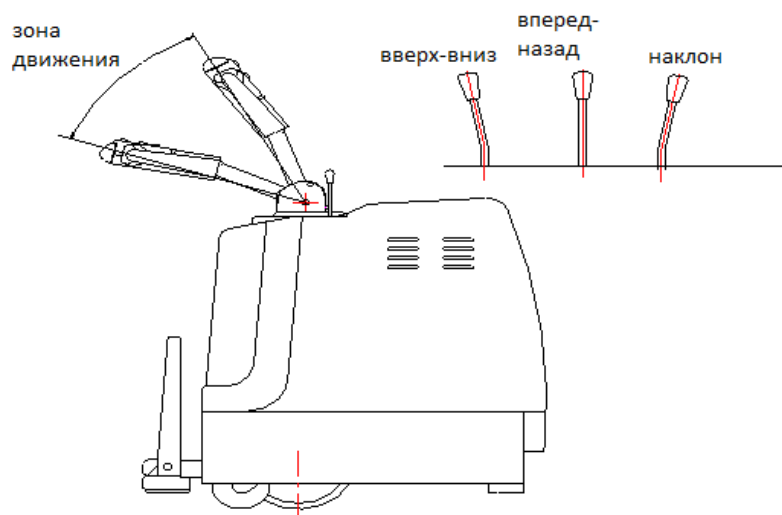

Рис.2
5.1.3 Проверьте, исправен ли тормоз штабелера. Проверьте подъем, опускание, выдвижение вилок вперед и назад, а также движение погрузчика вперед и назад, чтобы убедиться, что он нормально функционирует. Проверьте, нормально ли работает аварийный обратный ход штабелера, с помощью метода, указанного на рис.2
5.2.1 Примечание. Боковой магнитный тормоз установлен на конце вала двигателя ведущего колеса, а на вращающемся валу рабочего поворотного рычага установлены кулачок и толчковый переключатель. Только когда поворотный рычаг находится под углом $30^\circ \pm 20^\circ$ (как показано на рис.2), погрузчик может получить работу и передвигаться. При изменении угла наклона, штабелер затормаживается. В этом случае погрузчик может поднимать, опускать и перемещать грузы вперед и назад. При подъеме, опускании и перемещении грузов штабелер не может передвигаться, как показано на рис.2.